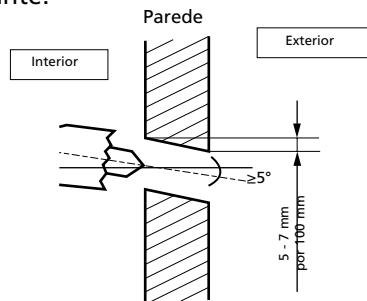

Figura 10
- Determine as posições dos orifícios de acordo com o diagrama detalhado na Fig. 9. Perfure um (1) orifício inclinado ligeiramente para baixo para o lado exterior, isso irá impedir a entrada de água (figura 10).